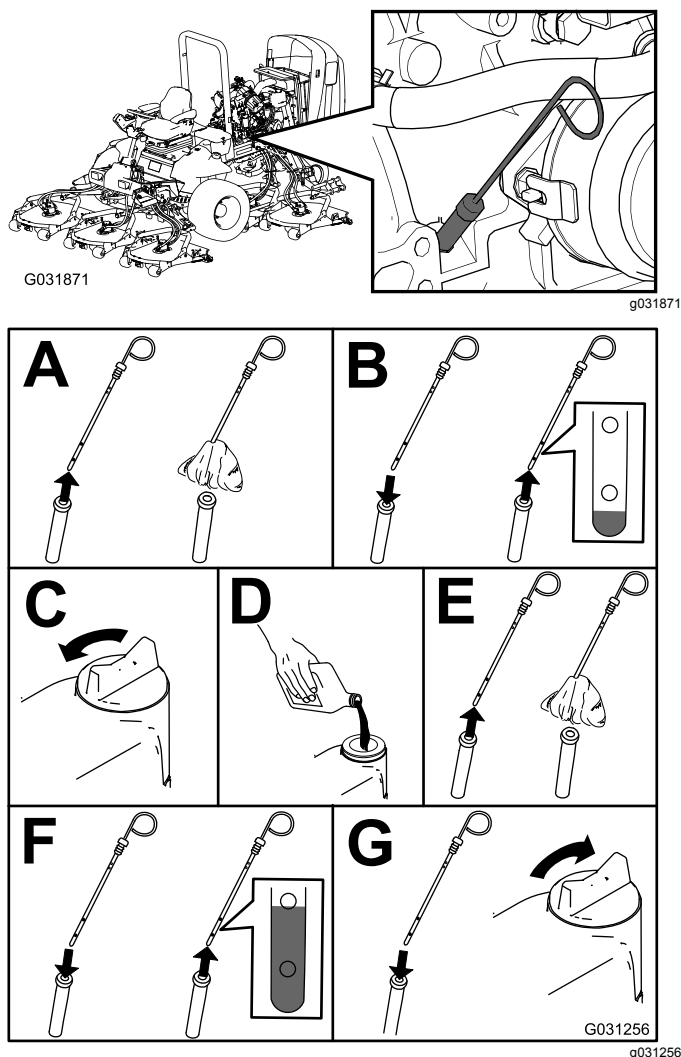

Bild 54
2. Prüfen Sie den Ölstand im Motor (Bild 54).